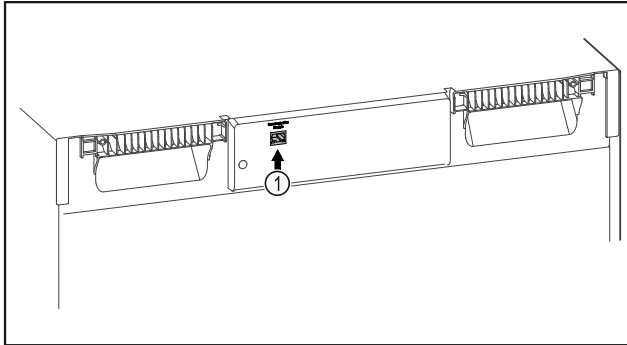

Fig. 115
- SmartModule Fig. 115 (1) se rabi.